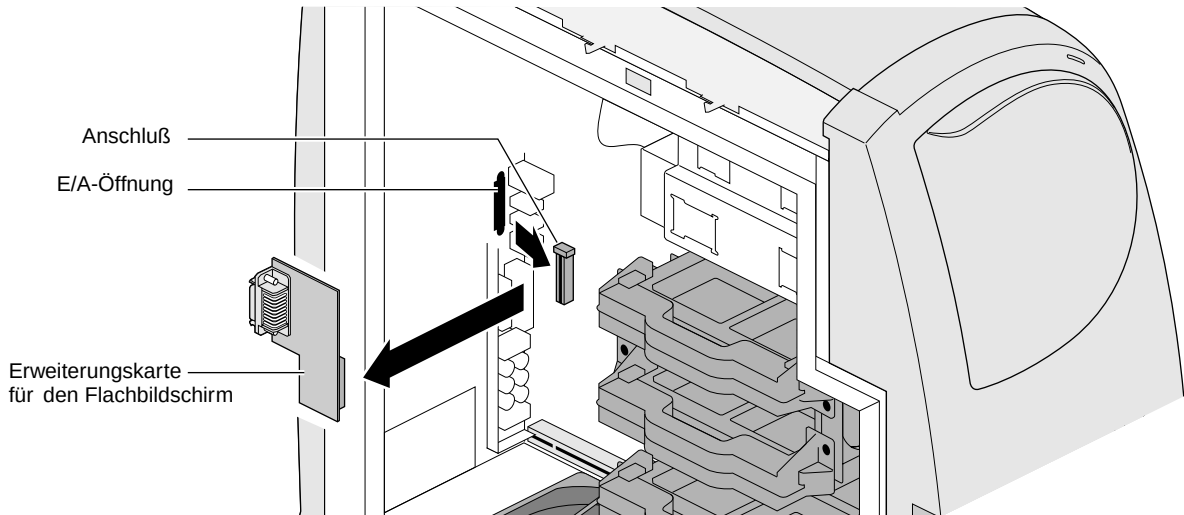

Abbildung 5-13 Deinstallation der Erweiterungskarte für den Flachbildschirm
9. Entfernen Sie die Erweiterungskarte für den Flachbildschirm, indem Sie diese in Ihre Richtung ziehen, um sie von der Systemplatine trennen, wie in Abbildung 5-13 gezeigt.